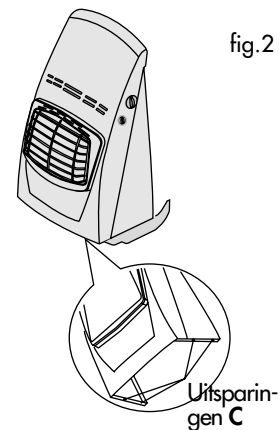

fig. 2
- De kachel NIET VERPLAATSEN van een kamer naar een ander, wanneer het aanstaat (fig. 2).
De voorkant van de kachel op de grondplaat plaatsen, waarbij de vier lipjes „B” van de grondplaat correct in de overeenkomstige vier uitsparingen „C” op de voorkant van de kachel passen (fig. 2).